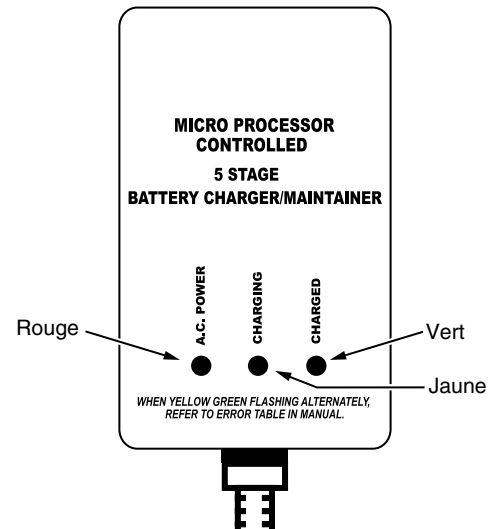

Figure 10 – Panneau à DEL du MBSP
4. Si le chargeur est bien branché, son panneau avant indiquera une des conditions illustrées à la Figure 10.